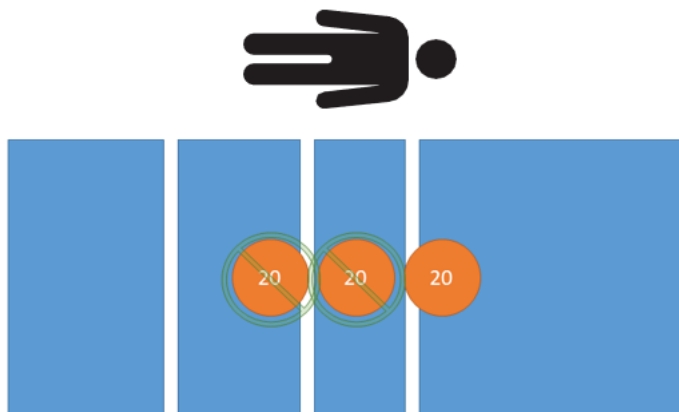

Figura 28 – Prueba de tara - 20 kg netos
3. Con ayuda de pesos calibrados, coloque 20 kg en el producto (Figura 28).
11. Con ayuda de pesos calibrados, coloque 20 kg en el producto (Figura 28).